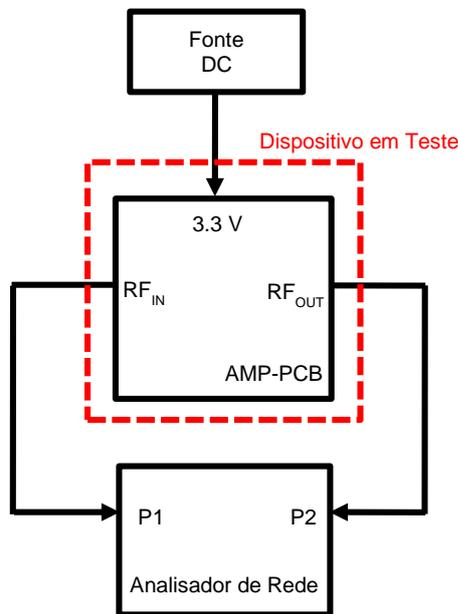

Figura 4.1.2 – conexões para teste de extração de parâmetros-S.
- 2) Realizar as conexões descritas na figura 4.1.2;